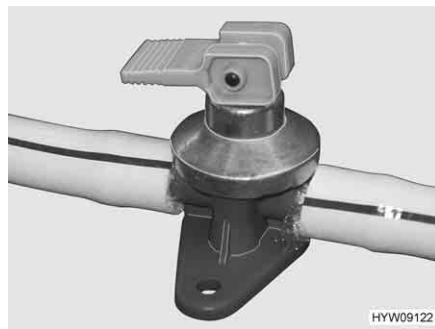
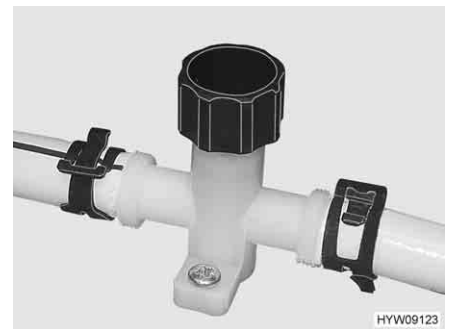

Fig. 69 Rubinetto di scarico con leva a bilanciere
Fig. 70 Rubinetto di scarico con manopola
- Chiudere tutti rubinetti di scarico (Fig. 69 o Fig. 70).